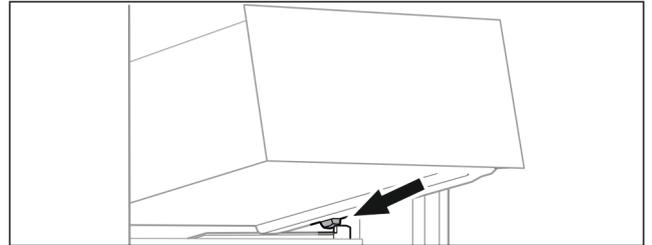

Fig. 72
- ▶ Schubfach schräg hinter den Stoppern auf Behälterrippe aufsetzen. (siehe Fig. 72)